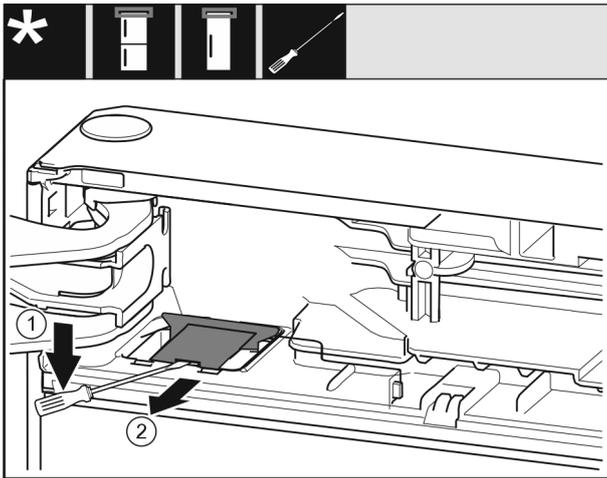

Fig. 11
- ▶ Mit einem Schlitzschraubendreher die Abdeckung austragen und aufheben. Fig. 11 (1)
- ▶ Abdeckung herausnehmen. Fig. 11 (2)